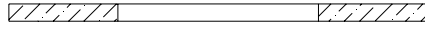

图 1
1.安装前请检查安装孔尺寸是否符合要求，安装孔尺寸应略小于面板灯外形尺寸，同时检查电源输出端的连线是否牢固，如有松动请锁紧后再进行操作，否则可能导致灯具不能正常点亮，如图 1；